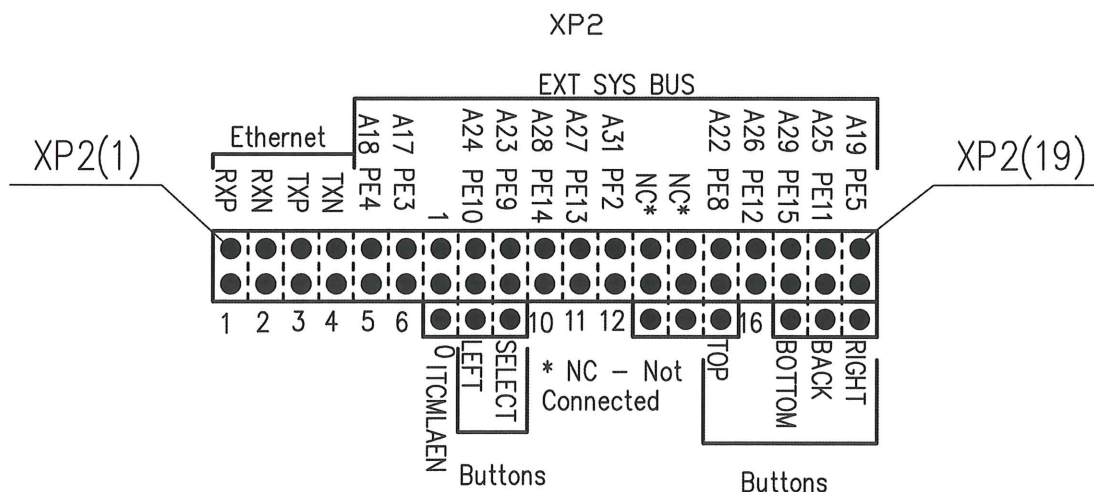

Рисунок 6 – Разъем XP2
Если на разъеме XP2 (рисунок 6) перемычка установлена в позицию XP2(7) в положение «1», то микросхема начинает выполнять программу из внутренней Flash-памяти, если в положение «0», то микросхема начинает выполнять программу из внешней памяти. В большинстве случаев перемычка должна быть установлена в положение «1»;